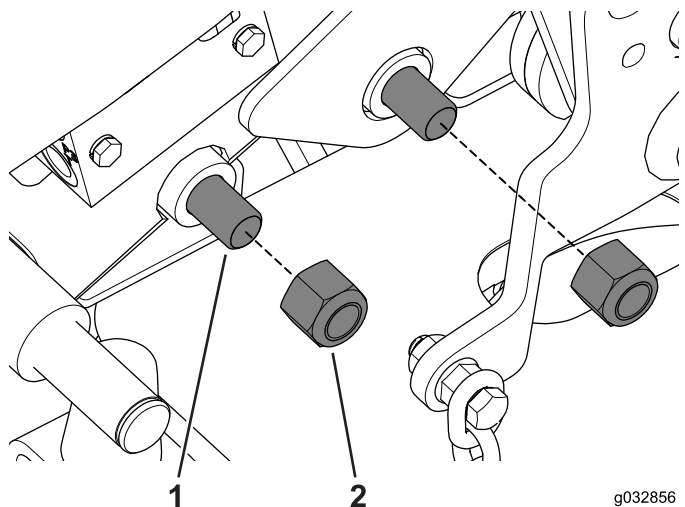

図 121
2. 機体の左側で、ボルト穴同士を整列させてボルトを入れて仮止め状態にする 図 121。